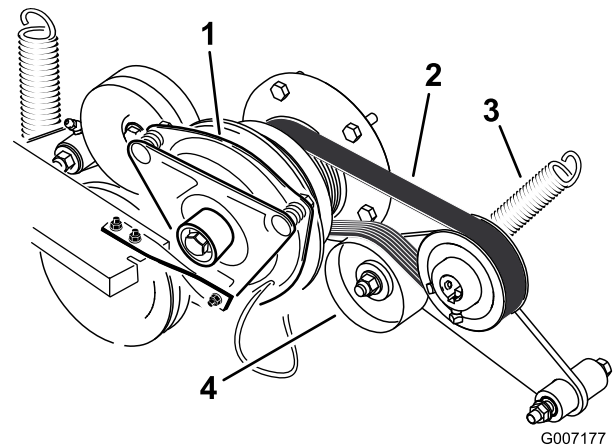

Bild 71
3. Entfernen Sie die Feder vom Spannarm (Bild 71).
4. Legen Sie einen neuen Riemen um die Motor- und Hydraulikpumpenscheiben (Bild 71).
6. Haken Sie die Feder wieder in den Spannarm ein (Bild 71).